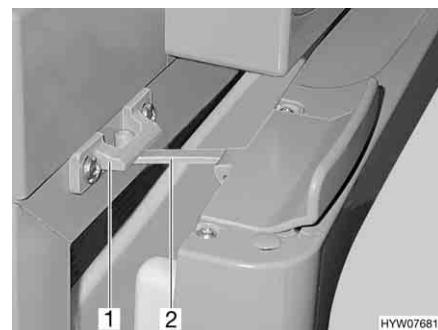

Fig. 148 Porta del frigorifero in posizione di ricircolo d'aria (Thetford)
- Aprire il bloccaggio (Fig. 148,2) e innestarla nella sede di bloccaggio (Fig. 148,1). In questo modo la porta del frigorifero rimane ferma in posizione socchiusa.